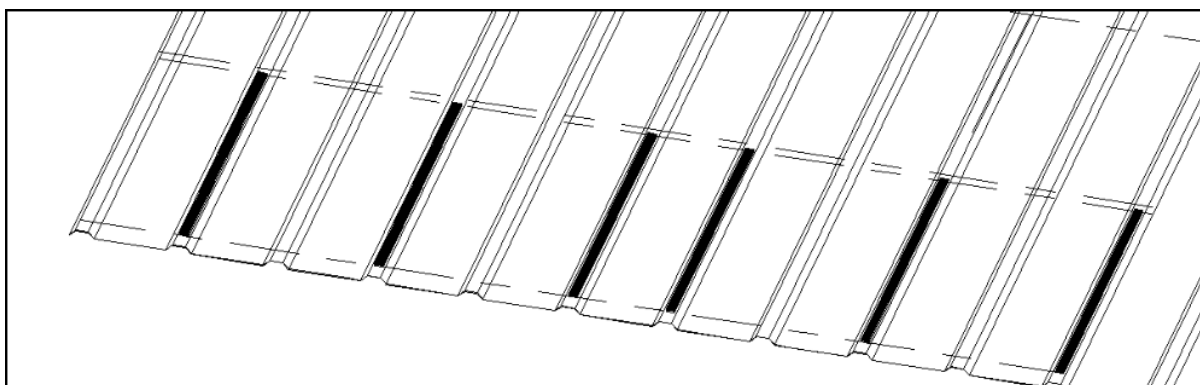

FIGURE 7
- ① Avant la construction du produit, tous les matériaux et adhésifs à traiter doivent être stockés pendant au moins 24 heures dans des conditions égales (telles que 5° C - 40° C) et à l'abri de la lumière du soleil, de l'eau de pluie et d'autres facteurs météorologiques.
- ② Nettoyer le support de la toiture. La surface du toit doit être propre, sèche et exempte d'huile, de poussière et d'autres déchets polluants. Chaque étape du processus de construction doit empêcher la pollution secondaire de la surface du matériau nettoyé. En cas de pollution, la surface doit être nettoyée à nouveau.
- ③ La construction sur site doit répondre aux exigences de l'adhésif structural sélectionné pour l'environnement de construction, la technologie de construction et d'autres exigences de construction.
- ④ La position de l'adhésif doit être déterminée par la ligne de craie, et l'adhésif structural doit être appliqué conformément aux règles de collage à l'endroit où le produit doit être installé. (comme le montre la figure 7)